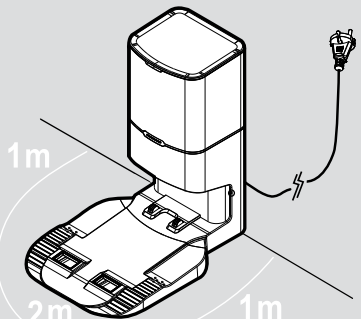

Fig. 2
1. Koppla in dammuppsamlingsbasen. **[Fig. 2]**
4. Det får inte finnas något föremål i området runt dammuppsamlingsbasen inom 2 meter framför och 1 meter på varje sida. **[Fig. 2]**